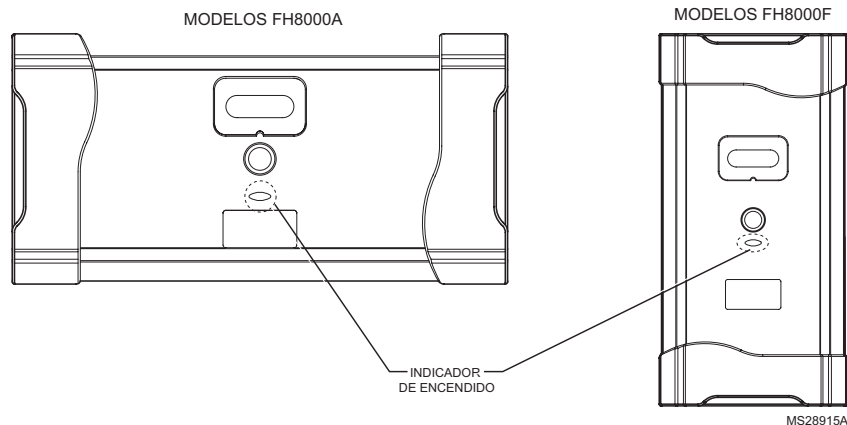

Fig. 17. Indicador de encendido.
- La luz del indicador de encendido, ubicada debajo del interruptor de encendido del limpiador de aire mejorado Honeywell, se iluminará (ver Fig. 17).
El limpiador de aire mejorado Honeywell tiene una luz del indicador de encendido ubicada en la puerta ver Fig. 17 en la página 19). Esta luz del indicador de encendido se ilumina cuando se instala la puerta del limpiador de aire mejorado Honeywell, cuando el interruptor de encendido está en la posición "ON" (encendido) Y cuando el soplador del controlador de aire o el soplador del equipo de calefacción están en funcionamiento, y (para los modelos FH8000A) cuando se detecta flujo de aire. Si la luz del indicador de encendido no se ilumina, siga los siguientes pasos para localizar y solucionar el problema.